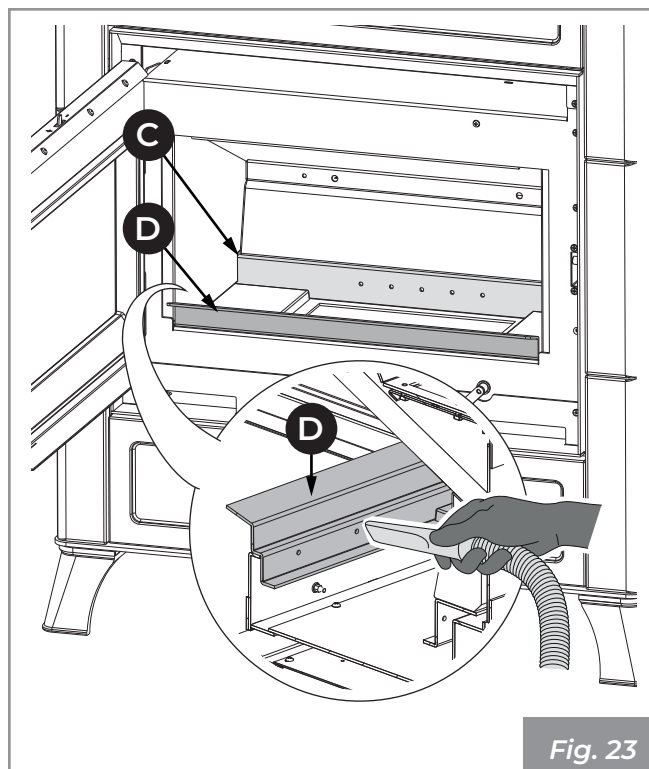

Fig. 23
- 3) Aspirer les trous arrière (C) et avant (D - s'ils sont prévus) du distributeur d'air comburant afin d'éviter toute accumulation de cendre (Fig. 23).